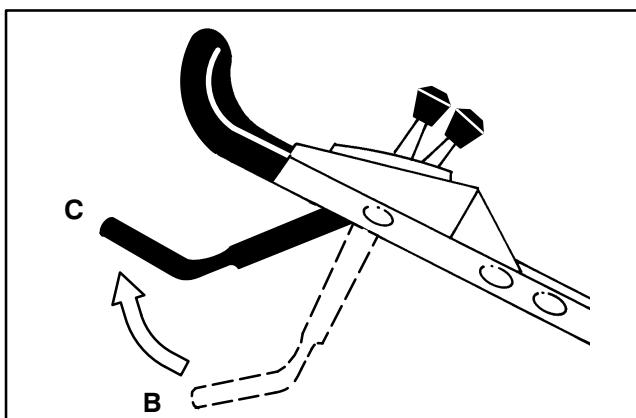

Figure 19
8. Relever la barre de commande en position intermédiaire (à environ 12 cm du manchon) (Fig. 19, position C).
9. Lâcher la barre de commande (fig. 19, position B).